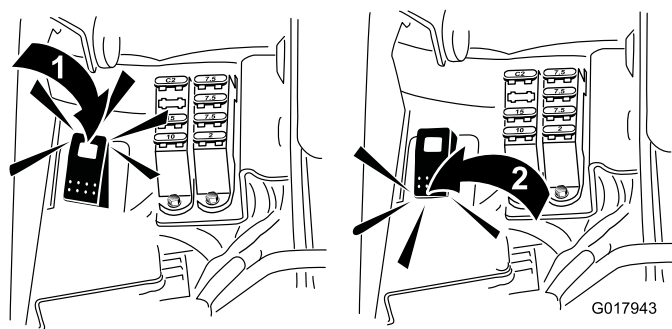

Figure 53
5. Amenez la commande de rodage à la position rotation arrière (R) (Figure 53).